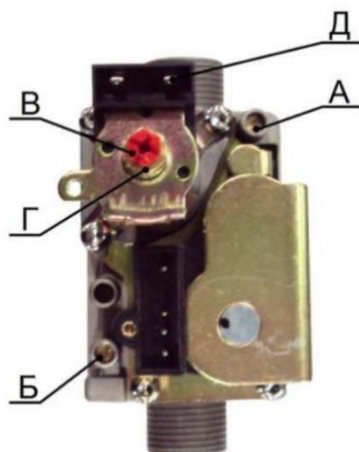

Рис.19
Открутить винт на штуцере (Б, рис. 19) и присоединить к штуцере (Б) манометр.
- Отсоединить манометр и закрутить винт на штуцере (А) (рис. 19).